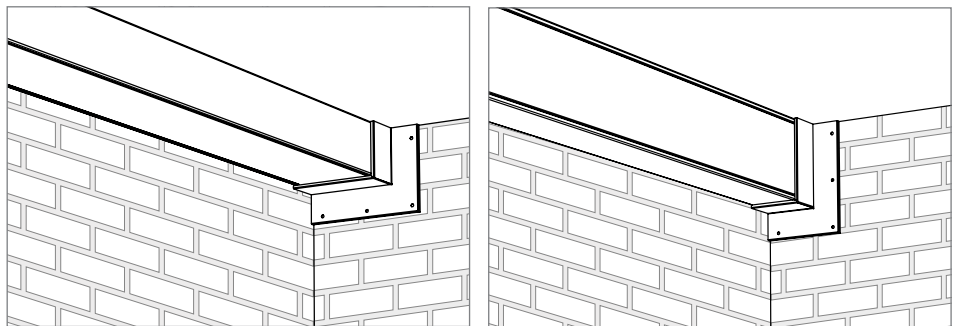

Abb. 44: Wandanschlusskragen-Set 2-seitig
2. Wandanschlusskragen ① wie in Abb. 44 montieren.
3. Bauteilöffnung von der anderen Seite mit einer qualifizierten Abschottung ② verschließen.